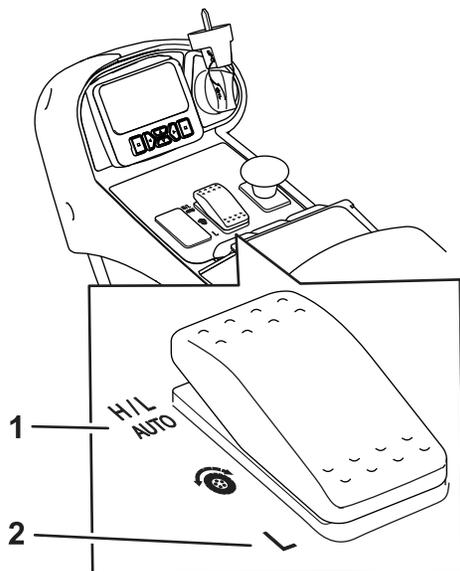

Figura 22
- En condiciones de uso normales, esta máquina está diseñada para funcionar en la posición H/L AUTO del interruptor de gamas de velocidad (Figura 22). Esta posición permite que la máquina cambie automáticamente entre las gamas de velocidad alta y baja, dependiendo de si se utiliza la máquina para segar o para el transporte.
- Cuando se selecciona la posición BAJA del interruptor de gamas de velocidad (Figura 22), la máquina funciona siempre en la gama de velocidad baja. Este ajuste es preferible para desplazamientos dentro de un taller, para cargar o descargar la máquina de un remolque, para subir cuestas empinadas o en cualquier otra situación en la que no se desee utilizar las altas velocidades de tracción de la gama de velocidad alta.
Esta máquina está equipada con 2 gamas de velocidad de tracción: baja y alta. El interruptor de gamas de velocidad le permite seleccionar las posiciones siguientes (Figura 22):